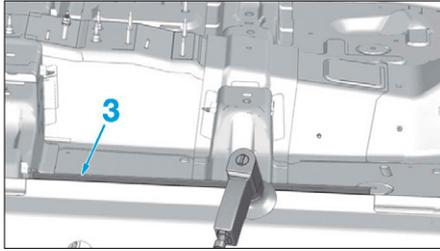

FIG. 88
- Meuler en (1) la doublure du pied milieu (Fig.88).